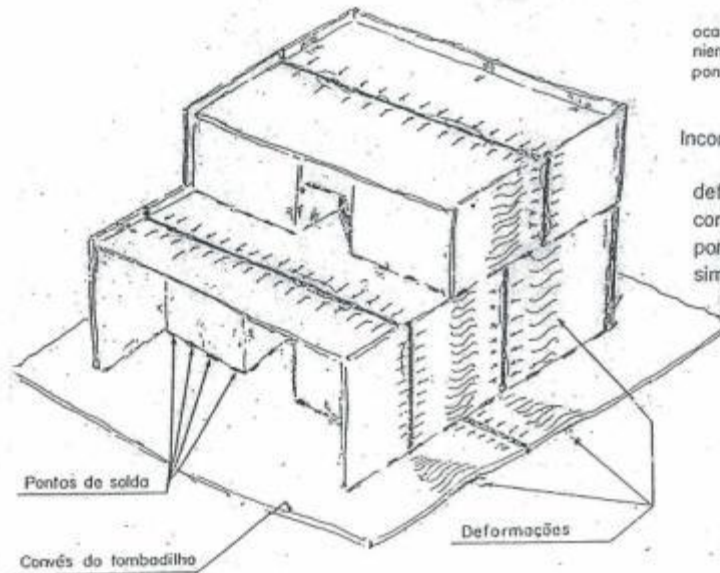

Fig. 18
- f) Sequência inadequada de montagem Fig.18